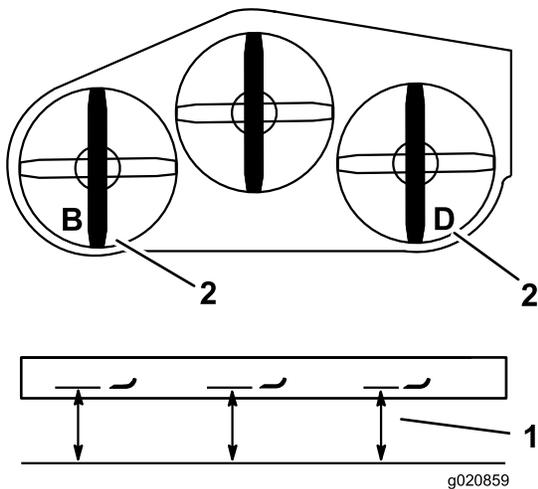

**Figura 84**
1. Disponete la lama destra in posizione longitudinale rispetto alla macchina (Figura 84).
2. Misurate la lama destra al punto **C** da una superficie piana fino al tagliente della punta della lama e annotate la misura rilevata (Figura 84).
3. Misurate la lama destra al punto **D** da una superficie piana fino al tagliente della punta della lama e annotate la misura rilevata (Figura 84).
4. La lama del tosaerba deve essere da 6 a 10 mm più bassa al punto **C** rispetto al punto **D** (Figura 84). In caso contrario eseguite la seguente operazione.